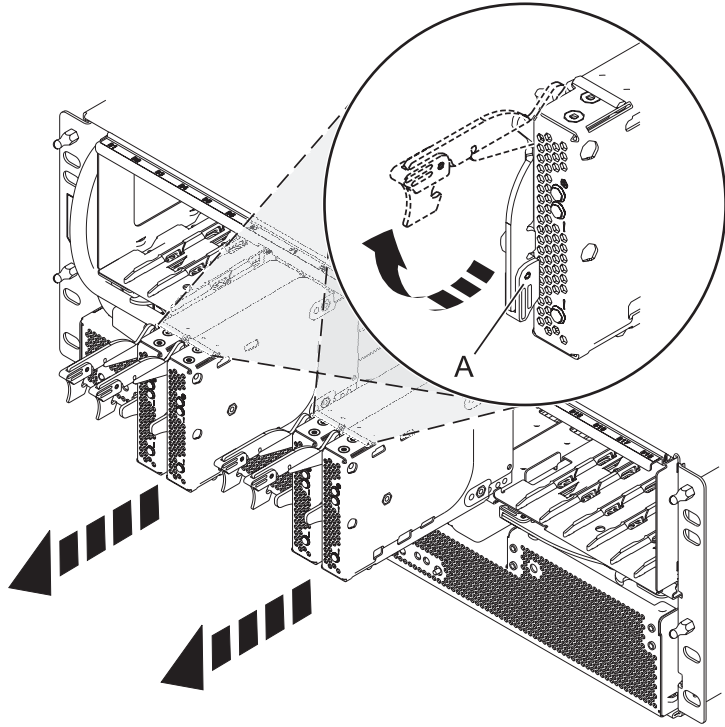

Figure 65. Retrait de la carte de port du fond de panier
5. Retirez les cartes de port et les obturateurs, comme illustré dans la figure 65, à la page 85.